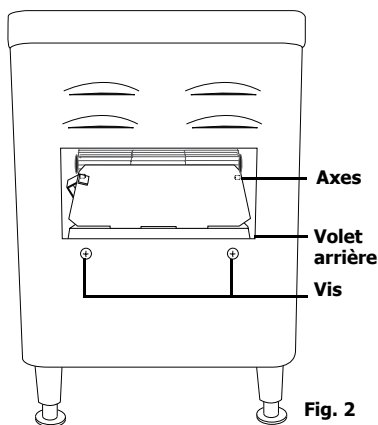

**Fig. 1**
2. Posez les pieds sur la partie extérieure de l'appareil **[Fig. 1]**.